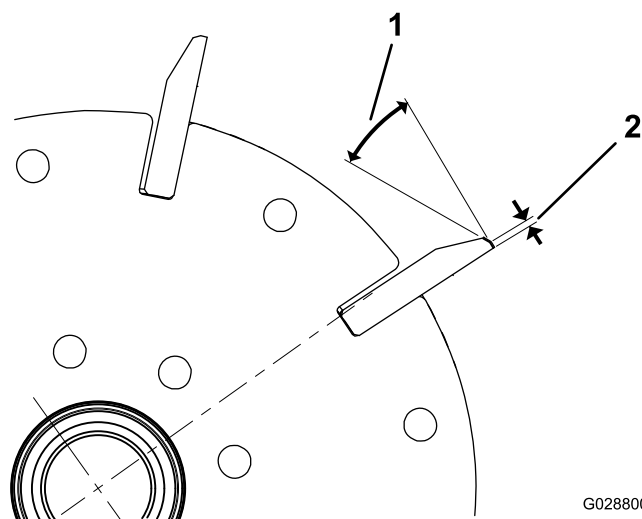
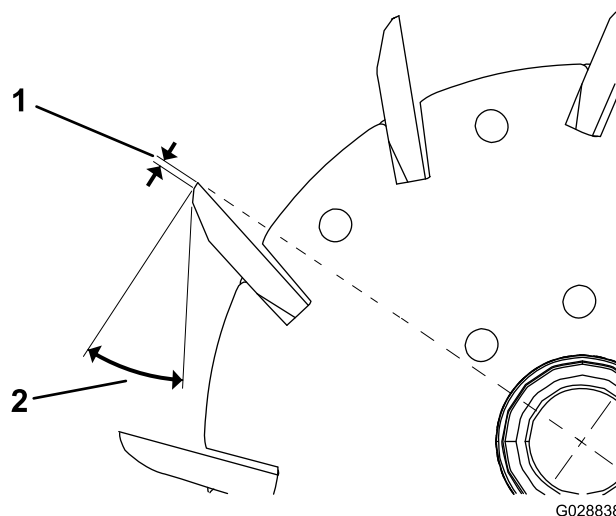

Figura 23
Figura 24
1. Applicare una rettifica di 30 gradi su tutte le lame dei cilindri fino a quando la larghezza a terra non è pari a 1,3 mm (Figura 23 e Figura 24).